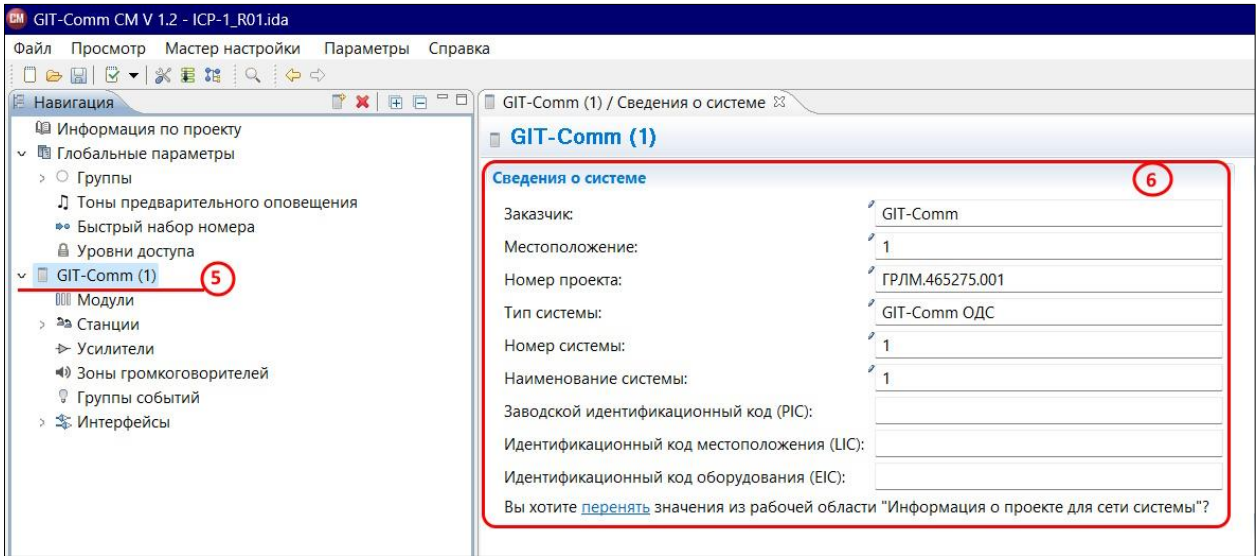

Рисунок 3 – Поле «Сведения о системе»
- 5 - перейдите в рабочее пространство «GIT-Comm (1)» (рисунок 3). Данное рабочее пространство определяет настройки и свойство конкретной системы;